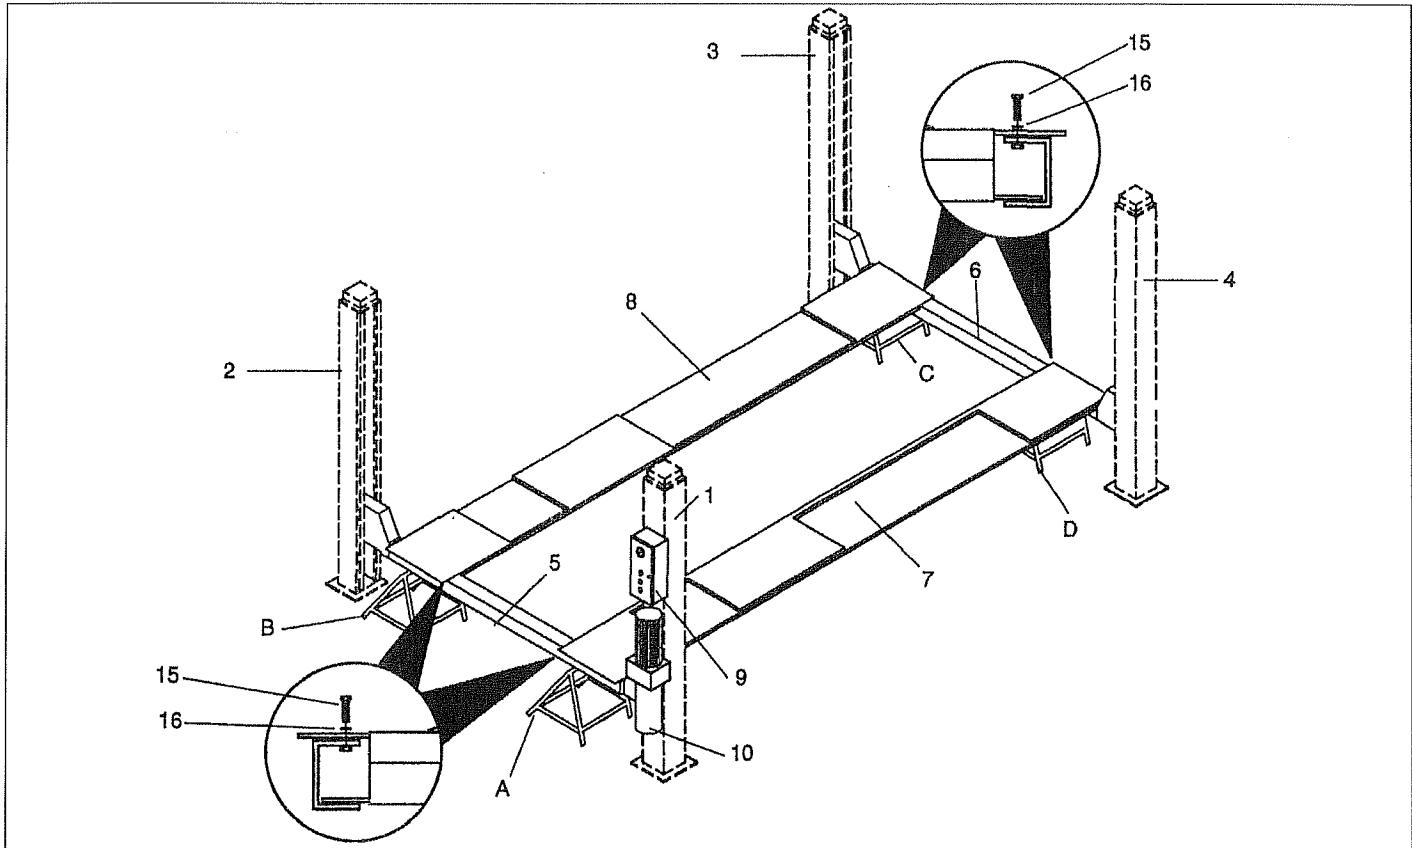

Рис. 39.
5. Установите подвижную платформу (8) на поперечные балки (поз. 5-6, Рис. 39).
6. Проверьте углы и диагонали размещения конструкции сборки поперечных балок и платформы; также проверьте, что подвижная платформа (8) беспрепятственно перемещается между поперечными балками (5-6); затем, полностью затяните винты (15) крепления фиксируемой платформы (7).
Установите стойки на концах поперечных балок (поз. 5-6. Рис.39), соблюдая нумерацию, обозначенную на рисунке 39.